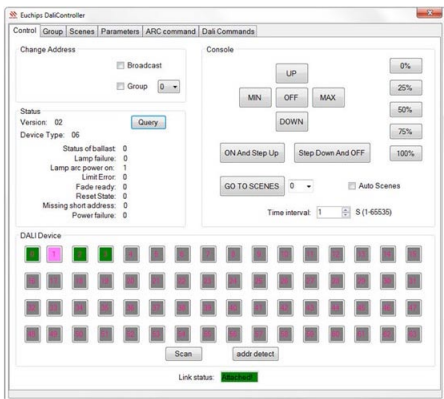

Рис.2. Рабочее окно программы, вкладка «Управление»
4. Запустите программу управления Euchips DaliController, поставляемую в комплекте с контроллером. (ПО также можно скачать с сайта arlight.ru). На экране отобразится рабочее окно программы (см. Рис.2). Для работы программы необходим пакет Net Framework 4, распространяемый бесплатно.